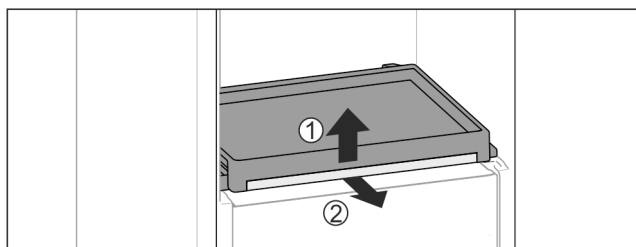

Fig. 31
- ▶ Vyměňte vysouvací přihrádku se skleněnou deskou: Skleněnou desku vpředu lehce nadzvedněte Fig. 31 (1) a vytáhněte dopředu Fig. 31 (2).